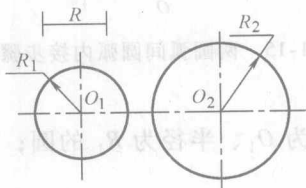

图 1-8 两圆弧间的圆弧外接步骤一
1) 已知连接圆弧的半径为  $R$ ，将此圆弧同时外切于圆心为  $O_1$ 、 $O_2$ ，半径分别为  $R_1$ 、 $R_2$  的两圆，如图 1-8 所示。